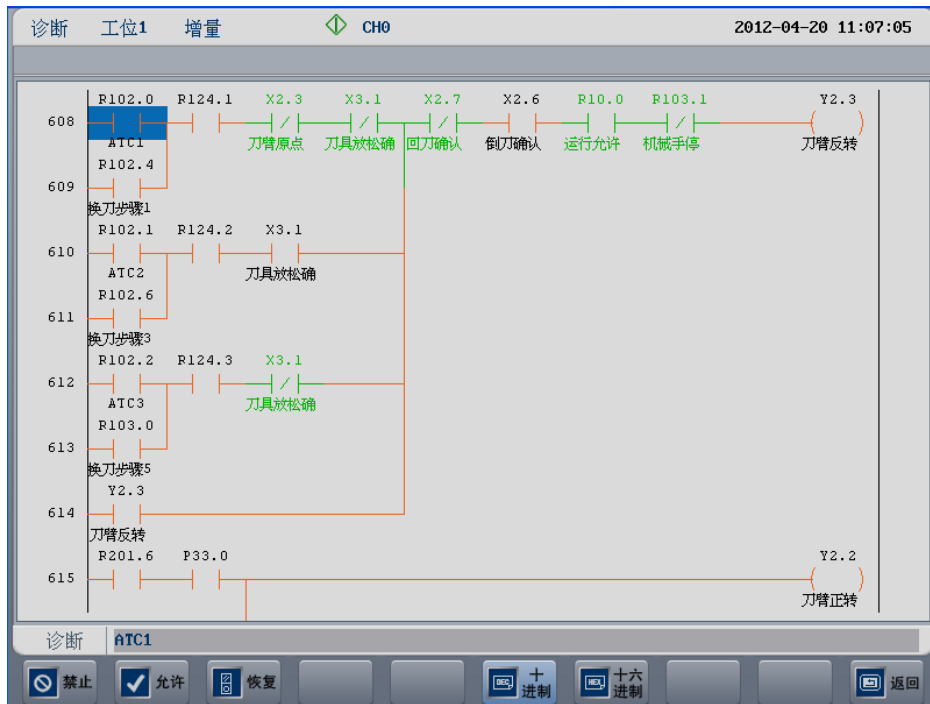

图 6.6.4 刀臂反转
- 5) 找到刀臂反转的代码位置，如图 6.6.4；
- 6) 选择一条线路，如图 6.6.4 中的 ATC1，强制将这条线路中的断开元件全部允许；